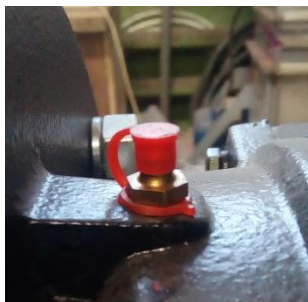

Рисунок 9
**Если конструкцией электродвигателя агрегата насосного предусмотрена дополнительная смазка подшипников (имеются тавотницы – см. рис. 9), его необходимо смазывать через каждые 5000 часов работы, если иное не указано в паспорте самого электродвигателя.**